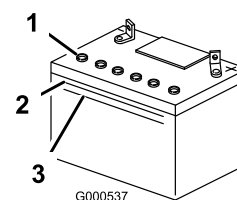

Figure 43
- Observez le côté de la batterie. Le niveau de l'électrolyte doit atteindre le trait supérieur (Figure 43). Le niveau d'électrolyte ne doit pas descendre au-dessous du trait inférieur (Figure 43).
- Enlevez les bouchons d'aération de la batterie (Figure 43)
4. Versez de l'eau distillée avec précaution dans chaque élément jusqu'au repère supérieur (Figure 43) sur le côté de la batterie.
5. Attendez cinq à dix minutes après avoir rempli les éléments. Au besoin, ajoutez de l'eau distillée pour amener le niveau jusqu'au repère supérieur sur le côté de la batterie (Figure 43).